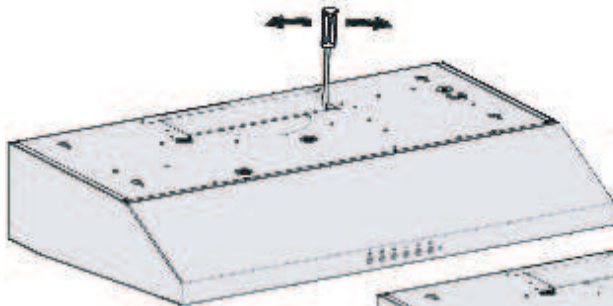

Figure 4
- Pour une évacuation circulaire de 15,3 cm (6 po), laisser l'appareil tel quel et installer le registre circulaire fourni. Les figures 4, 5 et 6 ci-dessous indiquent la façon de percer l'ouverture circulaire de 15 cm (6 po).